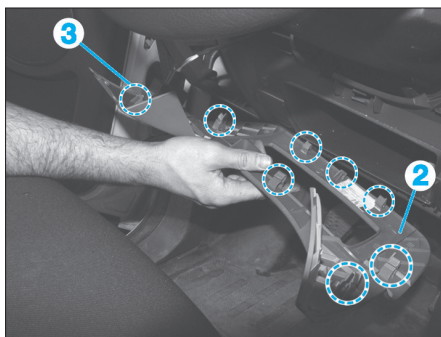

Fig. 9
- Dégrafer partiellement la garniture inférieure (2).
- Débrancher le connecteur de correction des projecteurs (3) (Fig.9).